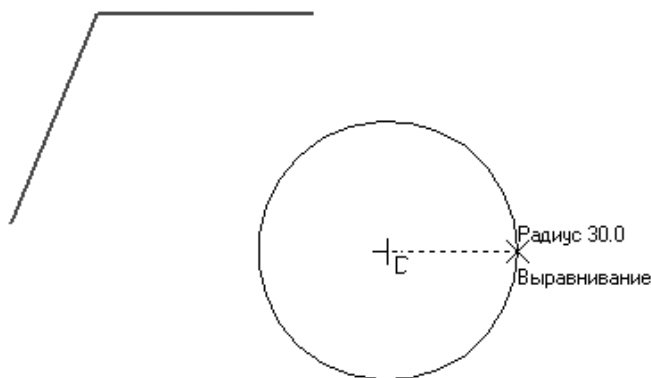

Рис. 2.7. Создание окружности
1. Нажмите кнопку **Окружность** на панели инструментов **Геометрия**. Щелкните кнопкой мыши в любой точке документа, в которой будет находиться центр создаваемой окружности. Отведите мышь в сторону, «растягивая» окружность, и щелкните кнопкой мыши, зафиксировав значение радиуса, например 30 мм (рис. 2.7).